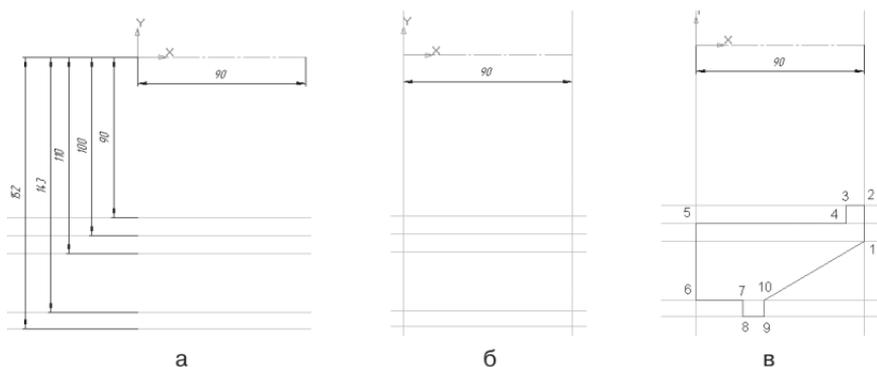

Рис. 209
- аналогичным образом постройте прямые линии на расстоянии 100 мм ($\varnothing = 200$), 110 мм ($\varnothing = 220$), 143 мм ($\varnothing = 286$) и 152 мм ($\varnothing = 304$) – рис. 209, а;
- постройте вертикальные прямые линии, ограничивающие осевую линию с обеих сторон, с помощью  – **Вертикальной прямой**, расположенной на Панели расширенных команд, раскрывающейся из кнопки  – **Параллельная прямая** (рис. 209, б);
- отключите ортогональное черчение и соедините точки 10 и 1 (рис. 209, в). **Контур эскиза должен быть замкнут**;